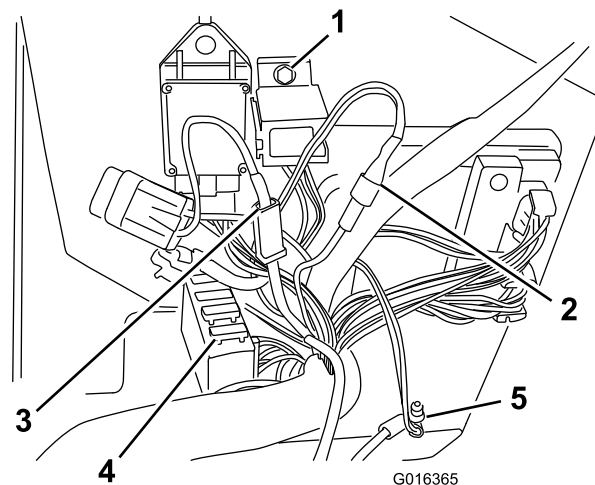

Bild 15
Hinweis: Befestigen Sie die Ringterminale an den Stellen, die am unteren Teil des Armaturenbretts angegeben sind (Bild 15).
(M5) und zwei Scheiben (M5) an der Stelle an der Seitenplatte (Bild 15).
6. Stecken Sie den rosa Doppeldraht (Patronenterminal) in den rosa Draht des Hauptkabelbaums (Buchse) (positiv geschaltet), wie in Bild 15 dargestellt.
7. Stecken Sie den roten Draht (Patronenterminal) in den roten Draht des Hauptkabelbaums (Buchse) (positiv geschaltet), wie in Bild 15 dargestellt.
8. Ersetzen Sie die 10-Ampere-Sicherung durch die 20-Ampere-Sicherung vom Kit (Bild 15).